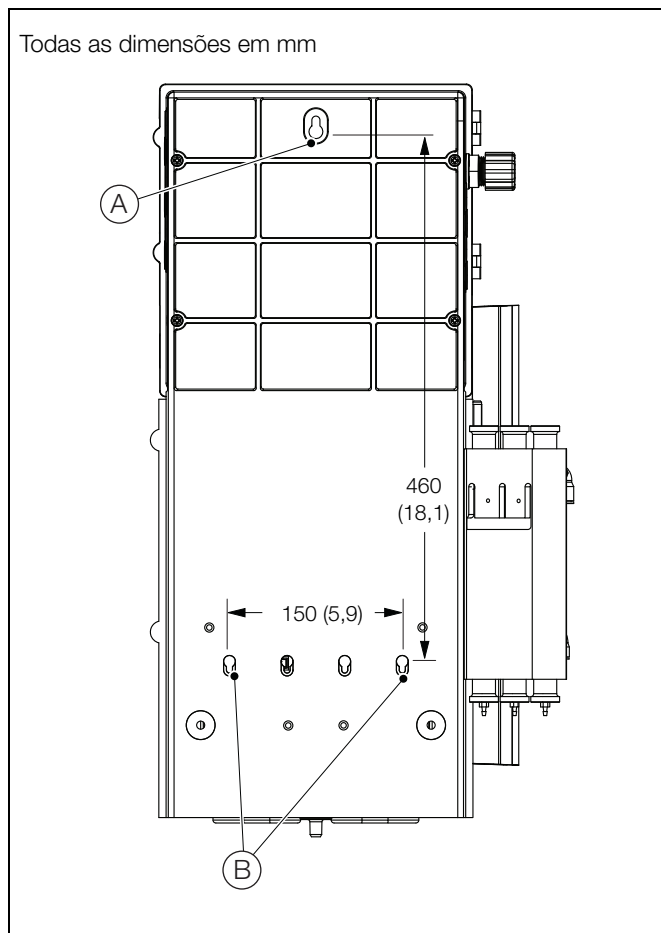

Fig. 4.2 Montar o analisador
1. Faça a marcação na parede das dimensões indicadas em Fig. 4.2.
2. Fure e encaixe os três orifícios (A) e (B), adequados a parafusos M6 ou de 1/4 pol.
3. Aparafuse o parafuso superior (A), deixando um intervalo de 20 mm (0,78 pol.) entre a cabeça do parafuso e a parede.